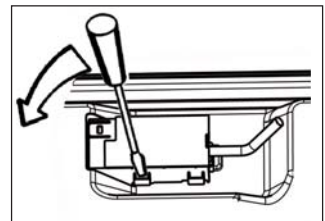

Abb. 7
1. Führen Sie die Spitze eines Schraubenziehers unter die Vorsprünge an der sichtbaren Seite des Klemmkastens ein (Abb. 7);